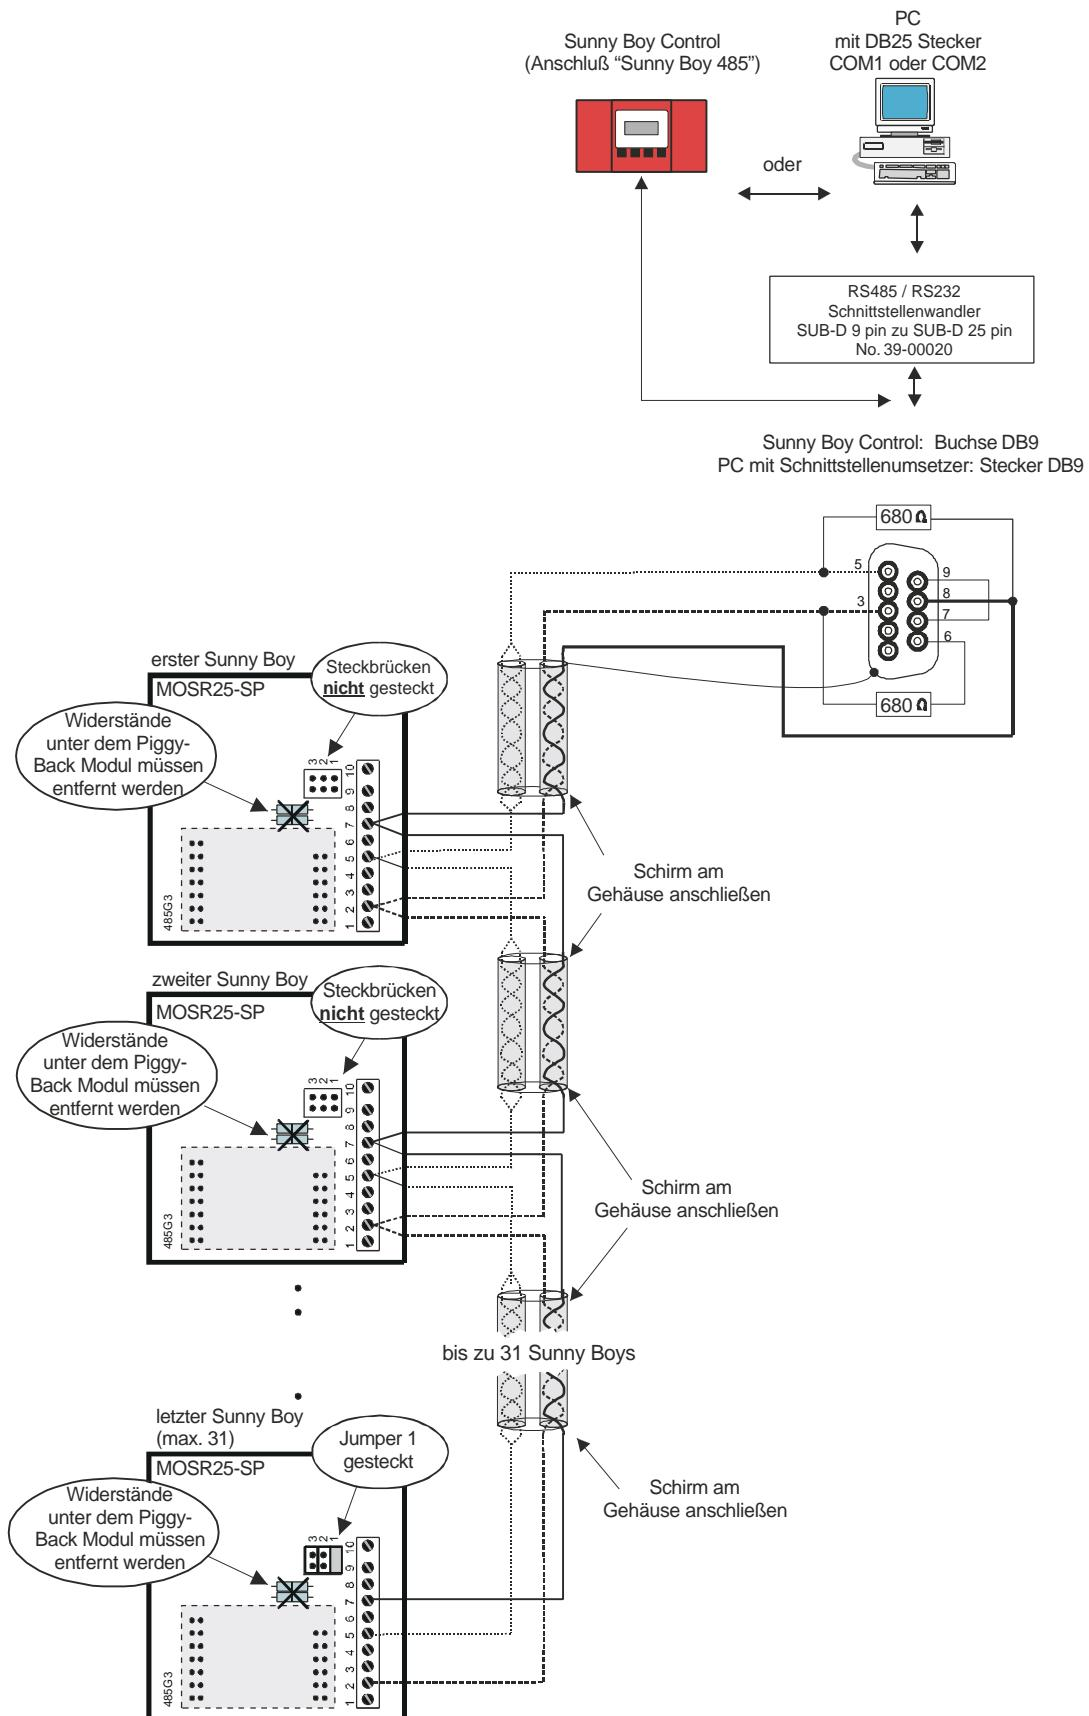

Abbildung 6.6: Betriebsführungsplatine *Sunny Boy* mit angeschlossener RS485-Verkabelung
- Die hellblauen Drahtbrücken (Widerstände in Abbildung 6.6) auf der Betriebsführungsplatine sind **nicht** bestückt.
- Am **letzten** *Sunny Boy*, in der Verkabelung vom PC oder *Sunny Boy Control* aus gesehen, wird ein Leitungs-Abschlusswiderstand durch die beigeckte Steckbrücke (Nr. 1, Steckbrücke direkt über der Klemmenleiste) zugeschaltet (siehe Abbildung 6.6).
- Zwei Vorspann-Widerstände zu je 680Ω sind direkt an die DB9-Verbindung am Anfang der Datenleitung einzufügen. Sie werden an Pin 3 und 6 sowie an Pin 5 und 8 gelötet (siehe Abbildung 6.6).
- RS485-Verbindungskabel LIYCY, $0,25 \text{ mm}^2$, 2x2 Adern paarweise verdrillt, mit Gesamtabschirmung und maximaler Länge von 1200 m anschließen. Der Schirm sollte beidseitig am Gehäuse mit Erde (PE) verbunden sein.